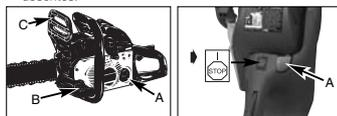

Abb. 8
1. Encha o tanque do combustível (A) com a mistura de combustível certa (fig. 8).